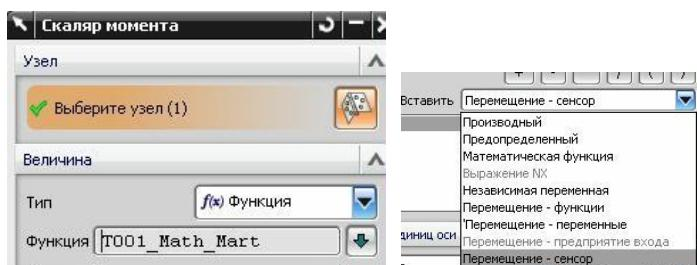

рис.135
- Затем опишем *скалярный момент* (рис.135), который дополнительно налагаем на наш вращательный шарнир. Величина момента задается математической функцией.